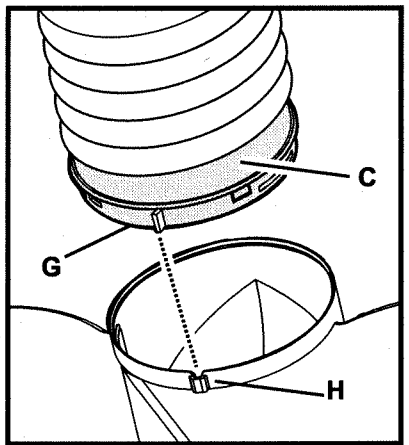

Fig. 6 - Abb. 6 - Afb. 6
- Auf den mitgelieferten Anschlussring **C** ein Abluftrohr montieren, vorzugsweise mit einem Durchmesser, welcher dem des Anschlussrings entspricht (Abb. 6). Das Abluftrohr muss lang genug sein, um bis nach außen zu reichen (Abluftversion) bzw. bis an die Decke des Hängeschrankes (Umluftversion).